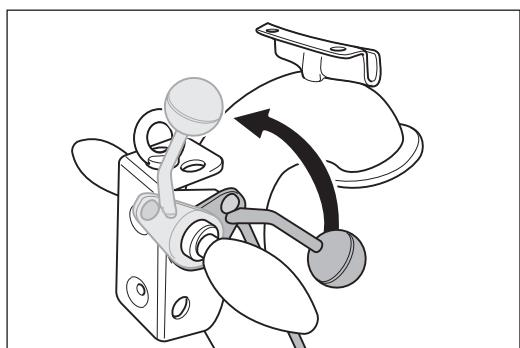

Abb. 4 Den Ablasshebel am Handgriff nach oben bis zum Anschlag ziehen. Dadurch wird die Schleifwalze vom Boden abgehoben.
- 4 Ziehen Sie den Ablasshebel am Handgriff nach oben bis zum Anschlag (Abb. 4). Dadurch wird die Schleifwalze vom Boden abgehoben.